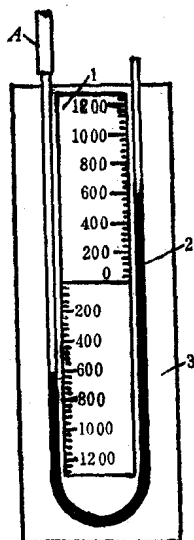

图 1-6 U 形管压力计
1. U 形管压力计(图1-6) 这种压力计为一盛有液体(水或水银、酒精等)的 U 形玻璃管。U 形玻璃管常被固定在一板面上，板面上有以毫米数刻度的标尺。如果玻璃管的一端通过橡皮软管与管道相连，此时，敞开一端的液面将会发生